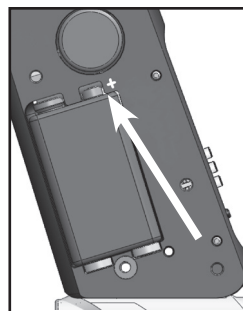

Figura 3: Asegúrese que esta quede en la orientación correcta (+).
- Instale una batería de 9 voltios dentro de este. Hemos diseñado el compartimento para las baterías de tal manera que no tenga problema con la orientación correcta. Aun cuando pueden haber variaciones que ya dependen del fabricante de las baterías, asegúrese que esta quede en la orientación correcta como se observa en la figura 3.